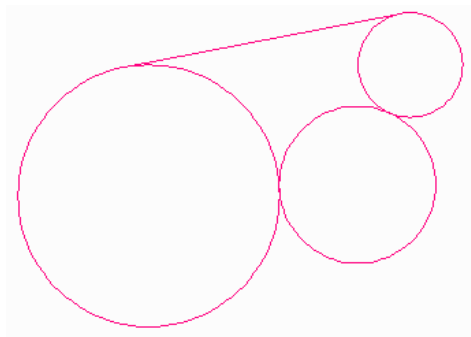

Рисунок 2.4 – Проміжний етап побудови фрагменту №2
2.2.4 Побудова внутрішнього спряження кіл (рис. 2.4, 2.5): обрати